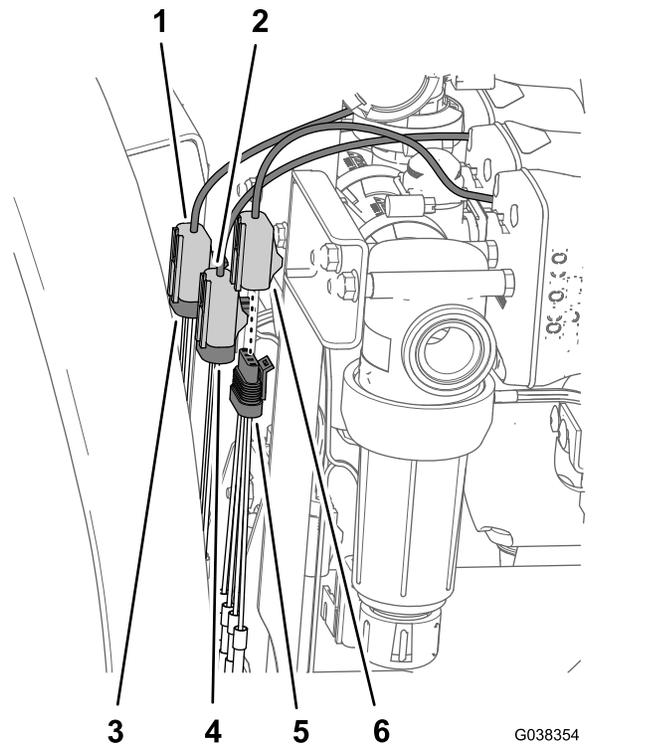

Bild 57
1. Stecken Sie den 3-Stift-Ventilkabelbaum, der mit MASTER-SPRAY VALVE beschriftet ist, in den 3-Buchsen-Stecker für das Hauptsprühventil (Bild 57).